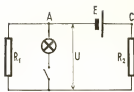

Рис. 3.
8. Это зависит от того, каковы другие участки цепи. Рассмотрим, например, цепь, показанную на рис. 3. Пусть $E = 200$ в и